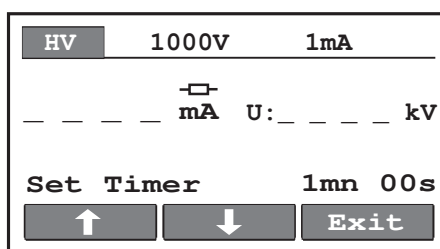

Fig.7. Menú de selección de la duración de la prueba
- Duración de la prueba (fig. 7)